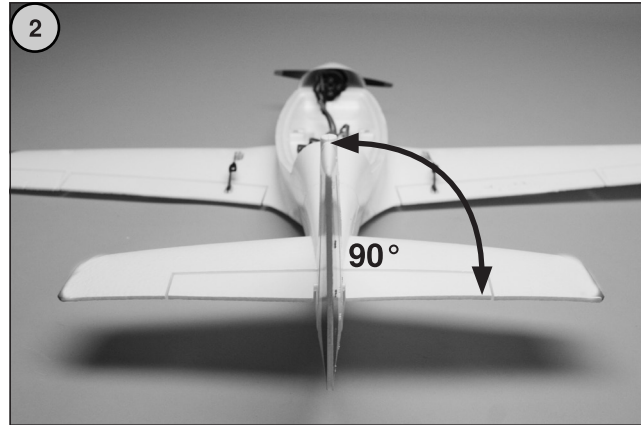

Bild 2
- Kleben Sie das Seitenleitwerk ein. Achten Sie auf eine exakte rechteckige Ausrichtung zum Höhenleitwerk (siehe Bild 2).